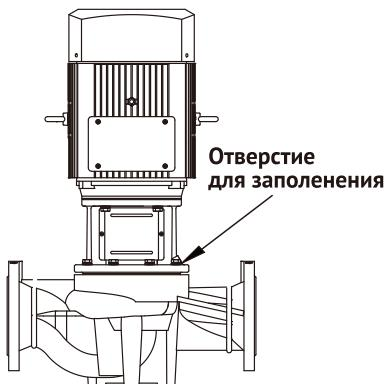

Рисунок 13 – Заполнение насоса
- выкрутите винт-пробку из отверстия для заполнения (поз. 1, см. рисунок 13).
- б) выкрутите винт-пробку из отверстия для заполнения (поз. 1, см. рисунок 13).